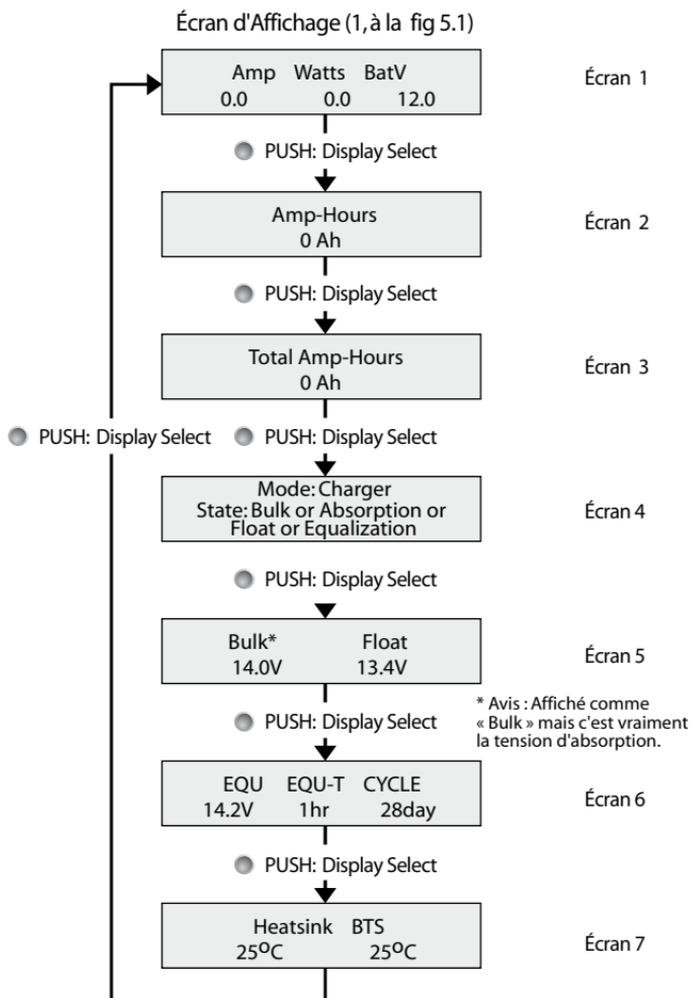

Fig. 5.3. Écran d'Affichage ACL
- Écran 4 ACL (la Fig 5.3) affiche « State: Equalization » en permanence tant que l'étape d'Égalisation transition à l'étape de Maintien.
- Écran 6 (la Fig 5.3) affiche le point de réglage d'Égalisation (sous EQU), la durée d'Égalisation (sous EQU-T) et la période de 28 jours (Sous CYCLE) en toute déférence à un 6 options de type de batterie qui a été sélectionné à l'aide des interrupteurs DIP 2, 3, 4 la (Fig 5.2 et le Tableau 6.1)
Pendant cet étape, l'écran ACL 4 (la Fig 5.3) affiche « State: Equalization ». L'écran 1 (La Fig 5.3) montre la vraie tension de borne de la batterie sous « BatV ». Cette tension serait moins que le point de réglage programmé qui est affiché à l'écran 6 (la Fig 5.3) sous "EQU".
**Remarque: Même que le chargeur est dans l'Étape de Masse, l'Écran 4 (la Fig 5.3) affiche « State: Equalization » PAS « State: Bulk. »**
Pendant Cet Étape, L'écran ACL 4 (La Fig 5.3) affiche « State: Equalization ». L'écran ACL 6 affiche les paramètres d'Égalisation programmé. L'écran ACL 1 (La Fig 5.3) montre le point de réglage de tension d'égalisation programmé « Ve » affiché sur l'écran sous « BatV ».
*Remarque: Pendant l'étape d'égalisation, si le courant de charge est plus grand qui le courant du panneau solaire, la tension de batterie va baisser. Si la tension de batterie baisse jusqu'à environ 1V en-dessous du point de réglage de tension d'égalisation « Ve » pour environ 1 min, le contrôleur retourne à l'étape de Masse. Le Cycle de Service MLI est changé à 100%. L'écran ACL 4 (La Fig 5.3) va toujours indiquer « State: Equalization » et A DEL de Statut sur la plaque frontale va continuer à stable en Orange. Il va retourner à la MLI quand la tension de batterie atteint le point de réglage de tension d'égalisation « Ve » est peut-être soutenu pour une période minimale d'environ 50 à 55 sec.*
Pendant cet étape, l'écran ACL 4 la (Fig 5.3) affiche « State: Float ». L'écran 5 (la Fig 5.3) affiche le point de réglage de tension de Maintien (Affiché sur l'écran sous « Float »)
*REMARQUE: Pendant l'étape de Maintien, si le courant de charge est plus grand qui le courant du panneau solaire, la tension de batterie va baisser. Si la tension de batterie baisse jusqu'à environ 1V en-dessous du point de réglage de tension de maintien « Vf » continu pour environ 1 hour, le contrôleur retourne à l'étape de Masse. Le Cycle de Service MLI est changé à 100% et l'écran ACL 4 (La Fig 5.3) change à « State: Bulk ».*
Affichage (3, à la Fig 5.1)	Poussez pour changer l'écran d'affichage ACL (Voir la Fig. 5.3) Poussez et tenez pour réinitialiser les Ampère-Heures.
L'affichage ACL (1, à la Fig. 5.1) est un affichage de 2 lignes, 16 caractères à rétro éclairage. Le retroéclairage s'ARRÊTE après 5 mins et se remet EN MARCHÉ quand n'importe bouton est poussé. Le poussoir marqué «PUSH Display Select» et « Hold – Reset AMP-Hours » (3, à la Fig. 5.1) est utilisé pour manipuler les fonctions ACL. Chaque fois que le poussoir est appuyé, ça va faire défiler l'affichage. La séquence de défilement est montré à la Fig.5.3. Veuillez noter que les 7 écrans sont séquentiels, donc ils sont affichés dans une boucle continue : 1-2-3-4-5-6-7-1-2-3 et ainsi suite (Voir la Fig. 5.3, à la page). Quand les écrans 2 à 7 sélectionnés, ils seront affichés pendant 15 minutes, et puis retourneront à l'écran 1 (l'écran par défaut). L'information détaillée fournie sur les écrans ACL (la Fig 5.3, à la page)est indiquée ci-dessous :
- Dès que la Batterie (+) est branché, la DEL de Statut (2, à la Fig .1) serait allumé (Orange) et le message « Welcome to Samlex Solar 1.0 » serait affiché pour environ 3 à 5 sec. Après, la DEL va clignoter en Vert & l'Écran 1 (Fig 5.3) serait affiché: Amp 0.0; Watt 0.0; BatV = "the battery voltage.